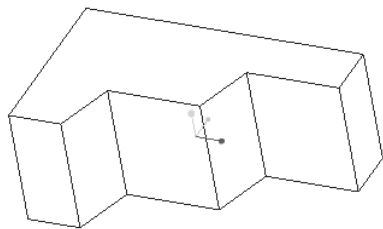

图 6-118 原始实体模型
1) 单击 (打开) 按钮, 弹出“文件打开”对话框。从随书光盘中的“CH6”文件夹中选择“bc_zddyj.prt”文件, 单击“打开”按钮。该文件中存在的原始实体模型如图 6-118 所示。